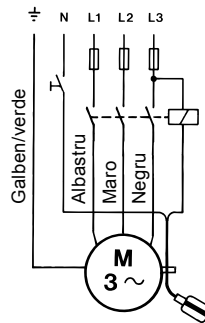

Fig. 8 Diagrama de cablaj
**Pompele trifazice** cu întrerupător cu flotor (Unilift KP-A) trebuie să fie conectate la rețeaua de alimentare cu ajutorul unui contactor. Vezi fig. 8.